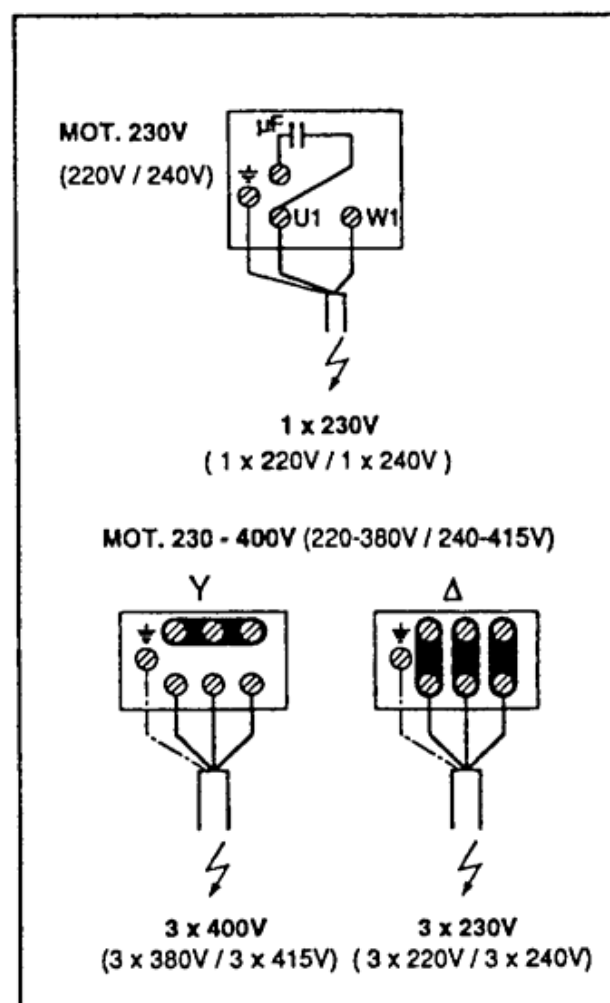

Рис. 5
- ♦ Электрическое подключение должно производиться в клеммной коробке насоса в соответствии с электросхемами для трехфазного или однофазного токов (смотри также рисунок 5).